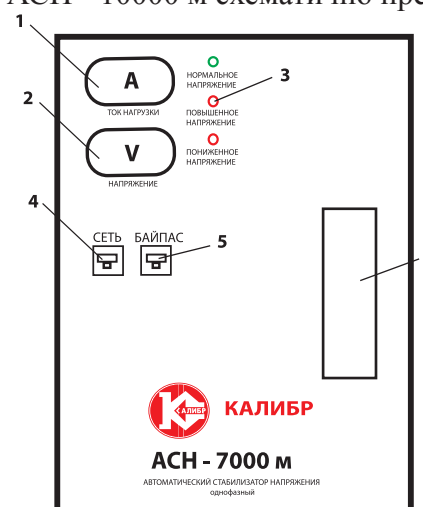

рис.1
3.1 Общий вид передней панели стабилизатора модели АСН - 7000 м и АСН - 10000 м схематично представлен на рис. 1